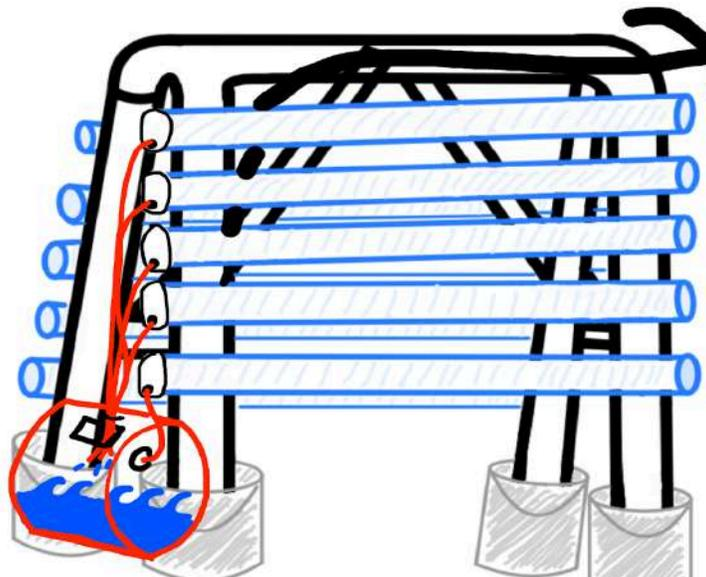

Figura 25: Croquis de tubos de caucho de $\frac{1}{2}$ " acoplados a sus correspondientes bebederos y desembocando en el tanque. La imagen no está a escala.
- Conecte los tramos apropiados de tubos de goma de $\frac{1}{2}$ " a cada orificio de $\frac{1}{2}$ " en las tapas de PVC, luego sujete los tubos con cremallera y coloque los extremos abiertos en el tanque (consulte Figura 25 Configuración *del tanque* para más detalles).